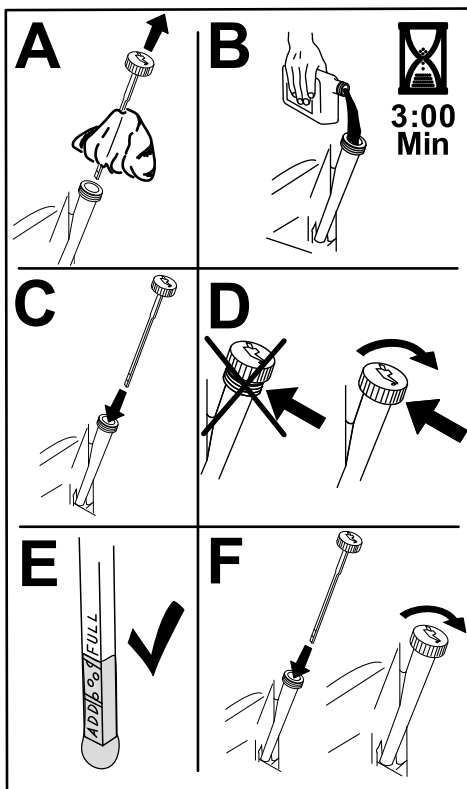

図 38
6. 所定量の 80% 程度のオイルをゆっくり入れ、そこから、残りの量を注意深く足してFULLマークまで入れる図 38。